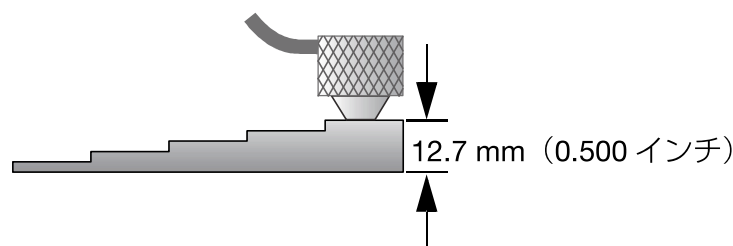

図 5-4 5 ステップ階段状試験片（厚い部分）による音速校正
- b) ある程度の圧力をかけて、試験片の厚い部分に探触子を接触させます（55 ページ図 5-4 参照）。